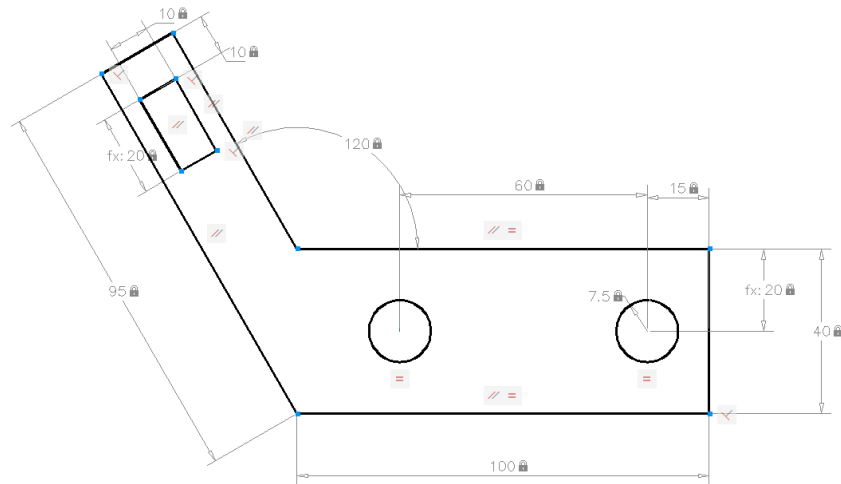

Рис. 5.6. Вигляд малюнку з накладеними параметрами
- на отвори накладено параметри відстані між отворами, відстані та діаметру правого отвору, положення центрів отворів. Кресленик має вигляд, схожий на рис. 5.6